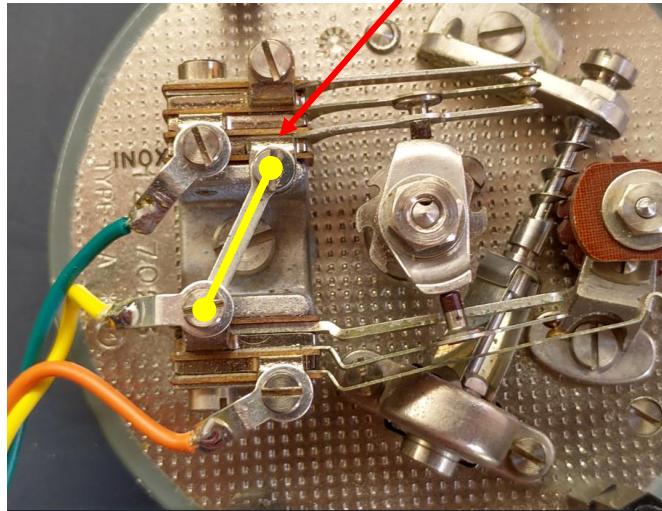

Abbildung 5
- Schliessen Sie die drei Drähte an den Nummernschalter gemäss Abbildung 5 an.